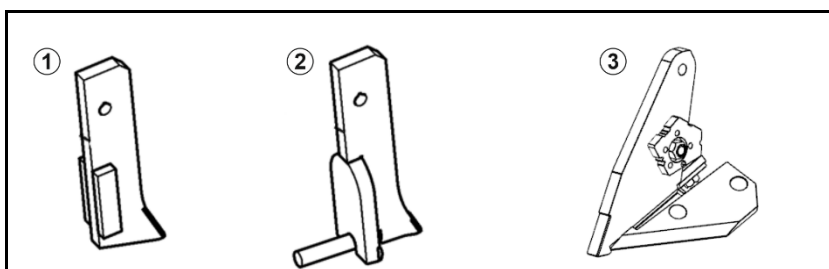

Fig. 36
- возможность вертикального отклонения благодаря складывающейся под действием пружины верхней тяге (Рис. 36/3).
- возможность горизонтального отклонения благодаря нижней тяге из пружинной стали (Рис. 36/4).